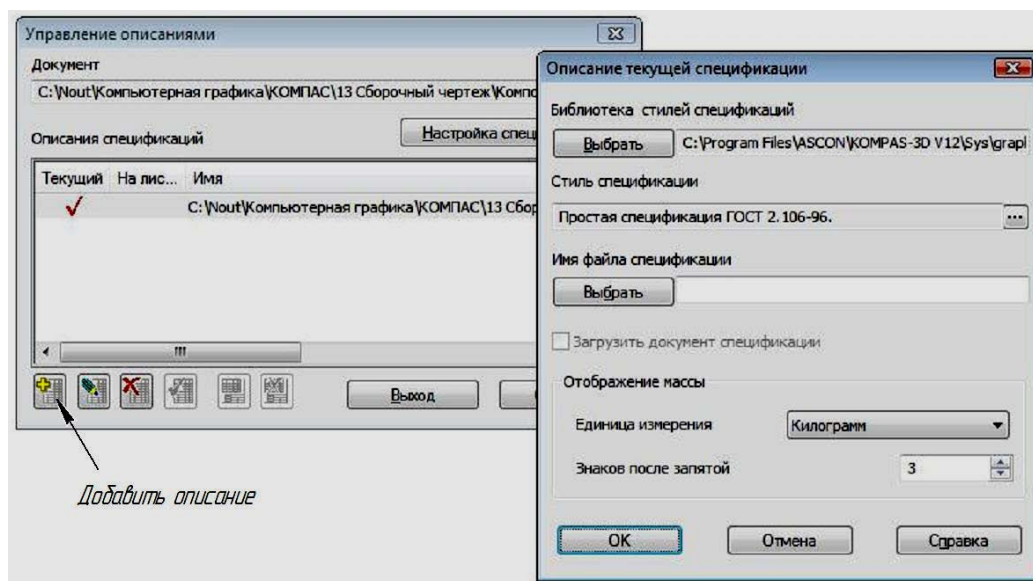

Рис. 5.20. Окна создания описания спецификаций
- В окне «*Управление описаниями*» включите команду **Добавить описание** , а в окне «*Описание текущей спецификации*» выберите из списка стиль – «*Простая спецификация ГОСТ 2.106-96*» (рис. 5.20).